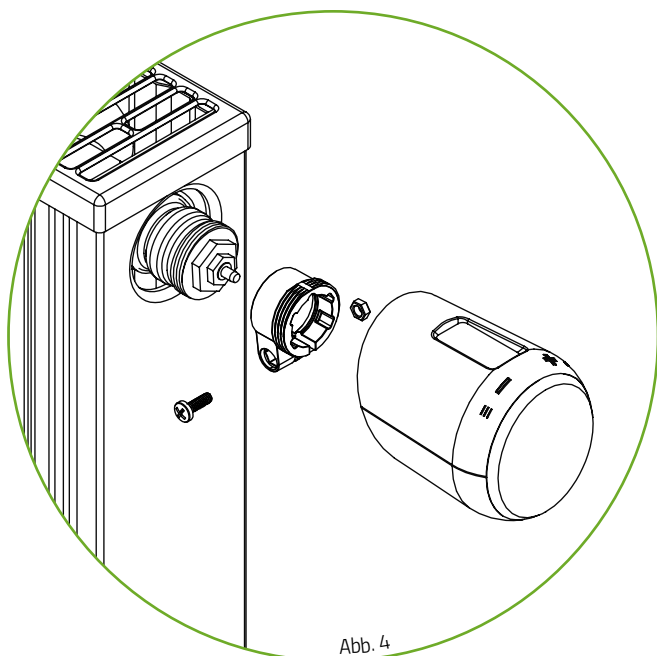

Abb. 4
2. Wählen Sie ggf. einen passenden Adapter und montieren Sie ihn auf das Ventil (Abb.4).